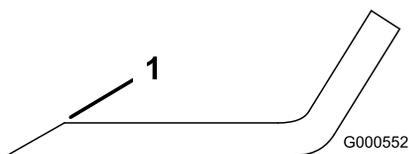
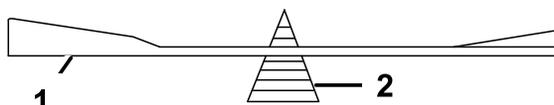

Figure 40
Figure 41
1. Au moyen d'une lime, aiguisez les tranchants aux deux extrémités de la lame (Figure 40) en veillant à conserver l'angle de coupe d'origine. Limez la même quantité de métal sur chacun des deux tranchants pour ne pas déséquilibrer la lame.
2. Vérifiez l'équilibre de la lame en la plaçant sur un équilibreur (Figure 41). Si la lame reste horizontale, elle est équilibrée et peut être utilisée. Si la lame est déséquilibrée, limez un peu l'extrémité de la partie incurvée seulement (Figure 40). Répétez la procédure jusqu'à ce que la lame soit équilibrée.